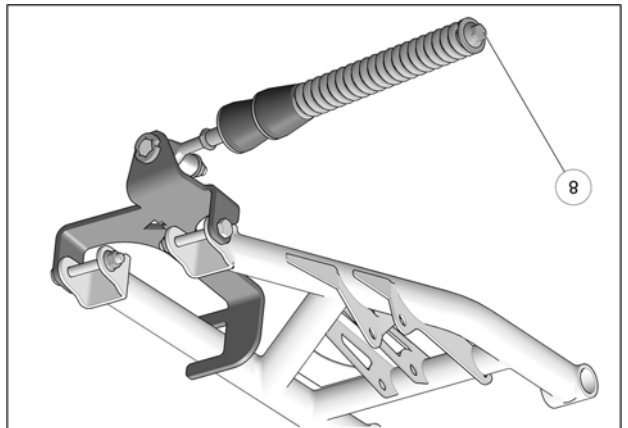

Fig. 9
10. Vérifier que le boulon du ressort (8) est serré au couple recommandé : 75 N•m [55 lb•pi]. Fig. 9